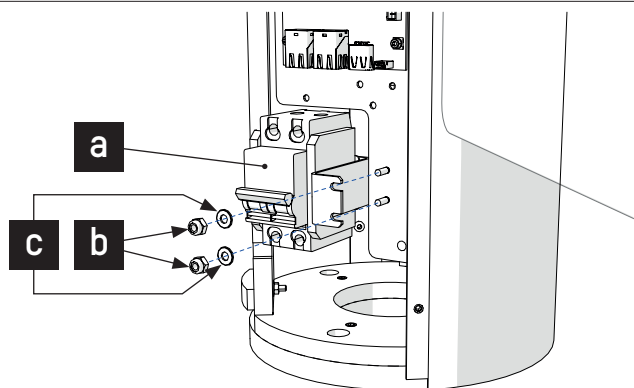

Fig. 26 - Motorbyte (Huvudbrytare)
8. Montera skärmen i rätt riktning, (⇒ Fig. 26) och fäst den med de skruvar och brickor som togs bort i punkt.
3. Ta bort fästelementen, muttrar (b) och brickor (c), från kretsbytarenheten (a) för att lossa de monterade delarna (fig. 26);